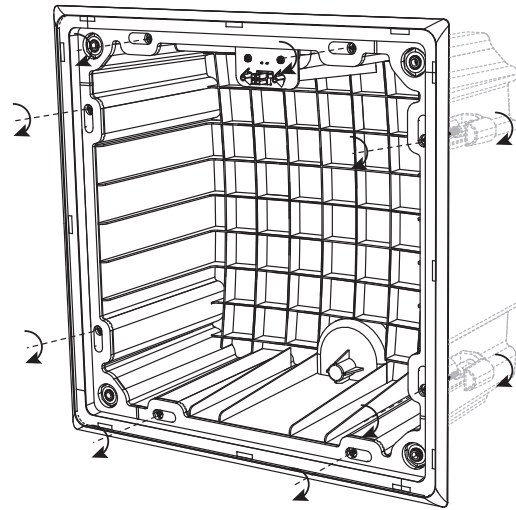

Fig. 18. Tighten the mounting clamp screws (X8)
3. Maintenez la boîte arrière en place dans le plafond, tout en serrant les vis de serrage de montage dans le sens des aiguilles d'une montre (Fig. 18). Faites-le systématiquement jusqu'à ce que les huit pinces soient en place et maintiennent le dos en toute sécurité sur la cloison sèche du plafond.